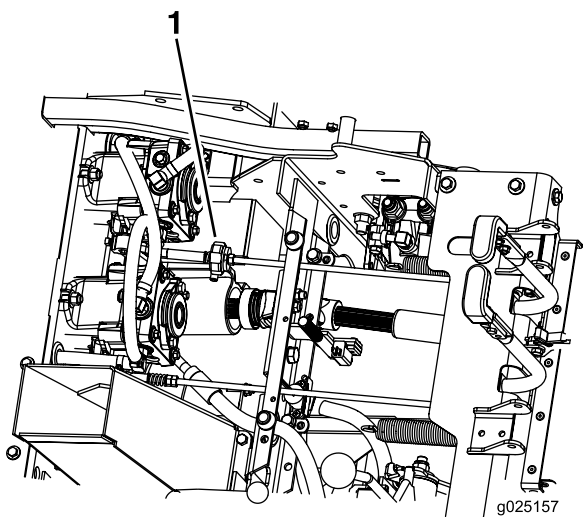

Figure 49
7. Vérifiez que la machine ne se déplace pas au point mort quand le frein de stationnement est desserré (Figure 49).